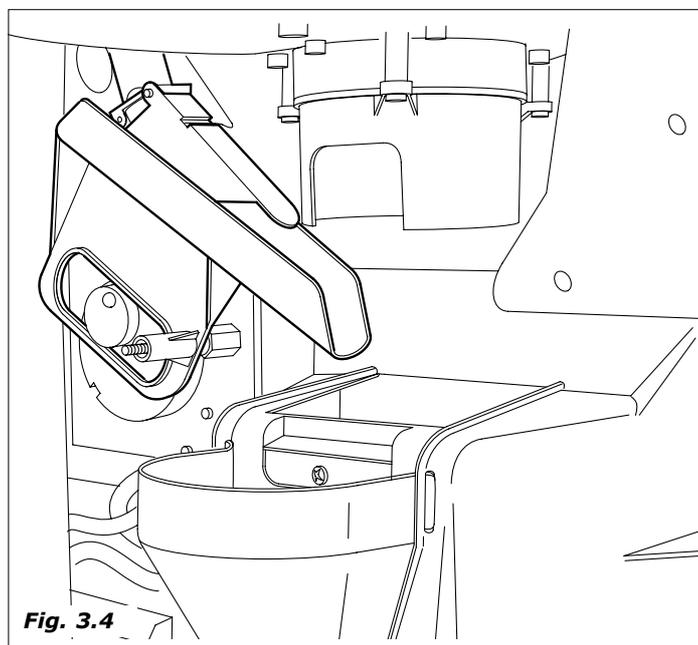

Fig. 3.4
- 2 Se activa el motorreductor, que por medio de una leva, mueve la rampa de azúcar y abre la trampilla del tubo permitiendo que el azúcar caiga en el vaso (Fig.3.4).